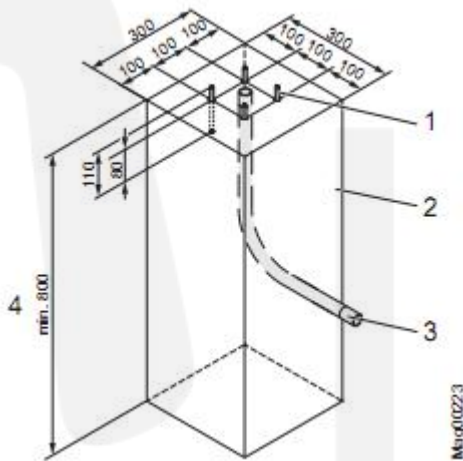

图 14: 光栅支柱的基座构造
1. 根据图 14 挖基座的洞孔
2. 在基座洞孔中，根据图 14 来安放空管道
4. 根据图 14 来填充混凝土
1. 用圆盘切割机，在路面或沥青挖 50 毫米深的槽。槽的每个部位必须等深。依据图 14，槽的角必须切成 45 度。